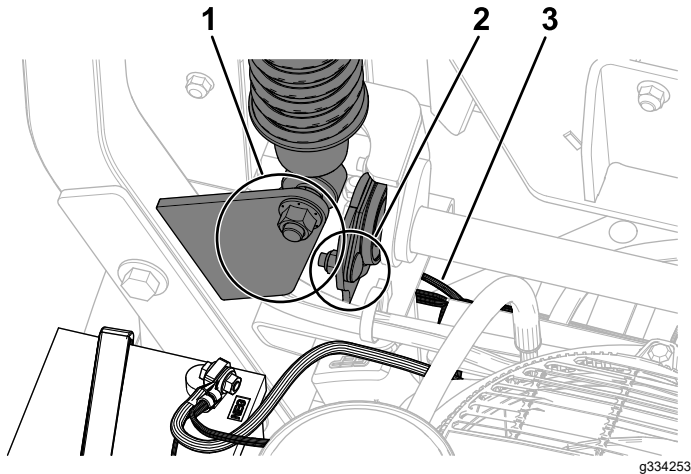

Figure 71
**Remarque:** Pour les tondeuses MyRide, assurez-vous que le câble de masse ne frotte pas contre le bras tiré ou le support inférieur de l'amortisseur (Figure 71).